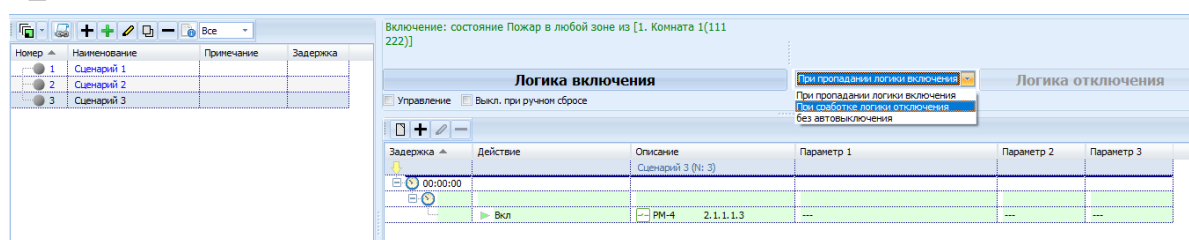

Рисунок 9.7 – Окно вкладки Сценарии, отключение сценария при выполнении логики отключения
- При сработке логики отключения – позволяет включить функцию завершения работы данного сценария при достижении, какого-то события в системе. В этом случае станет активной строка «Логика отключения», нажав на которую можно настроить условие отключения сценария (осуществляется аналогично настройке логики включения) (рисунок 9.7).